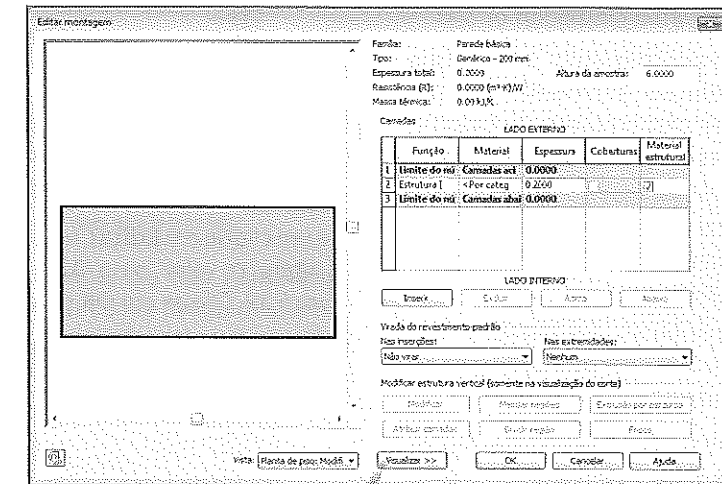

Figura 5.35 – Exemplo de estrutura de uma parede simples.
- **Estrutura:** clicando no botão **Editar**, define-se como será a estrutura dos componentes da parede, conforme a Figura 5.35.